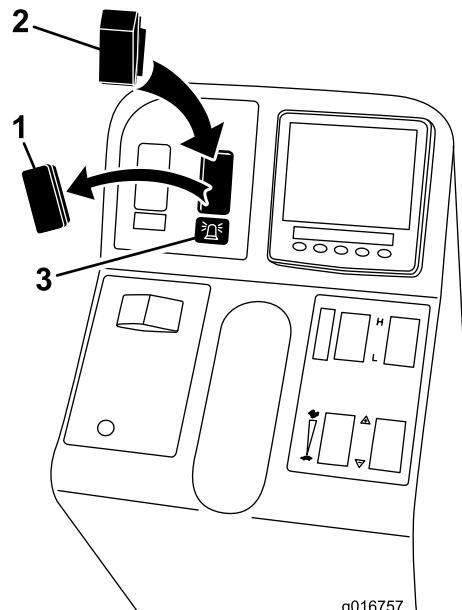

図 3
- ステアリングタワーからプラグを外す図3。
- 取り付け穴の下の表面をきれいに拭き、ビーコン用のデカルを貼り付ける図3。
4. スイッチをステアリングタワーの穴にはめこむ図3。